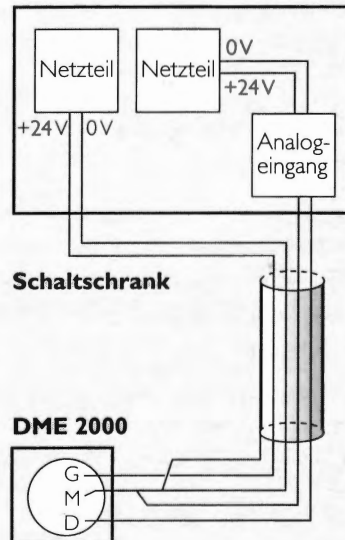

Bild 1. Verdrahtungshinweis
- ▶ Große Leitungslängen können zu Störungen des Analogsignals am Analogeingang des Auswertegerätes führen; daher Leitungsquerschnitt so wählen, daß ein Spannungsabfall < 2 V gewährleistet ist. Evtl. paarweise verdrehte Leitungen verwenden (Bild 1).